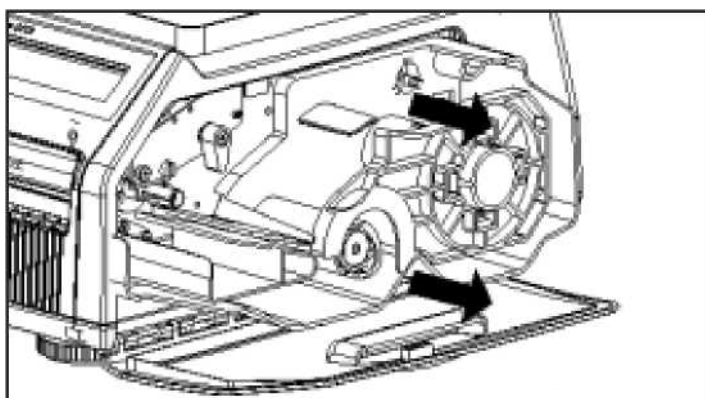

Рисунок 1.13 – Снятие картриджа
3. Выньте картридж (см. рисунок 1.13).